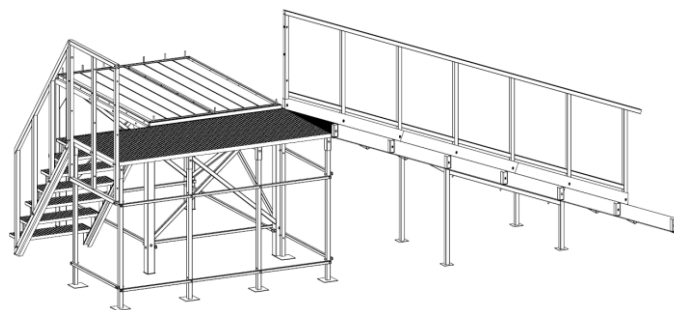

Рис. 8
8. Пандус присоединяется к передней площадке при помощи трёх болтов М10х25 (поз. 10) (рис. 8)